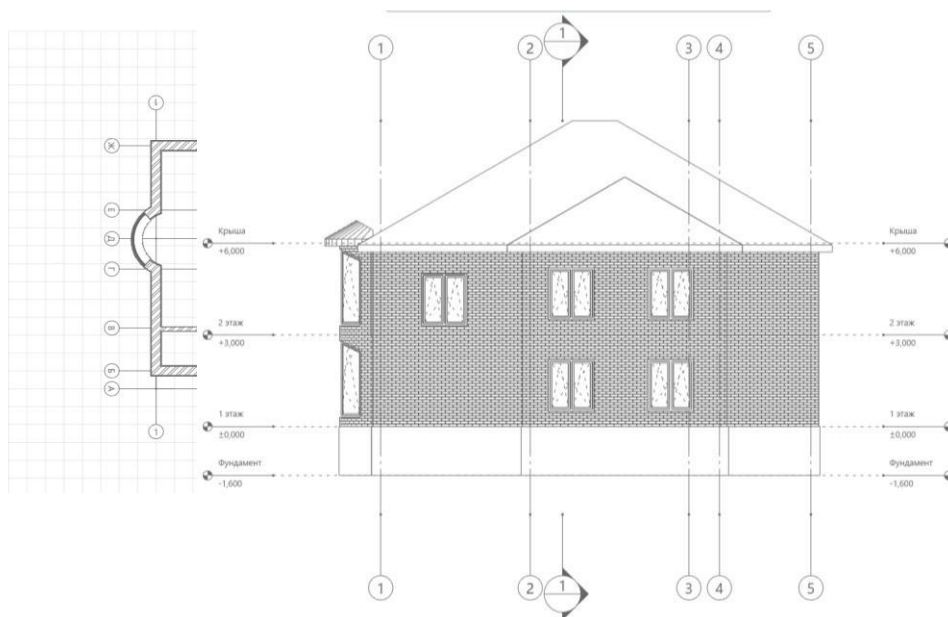

Рис. 19 Изображение фасада
4. Откроем изображение фасада из **Обозревателя проекта** (рис. 19)